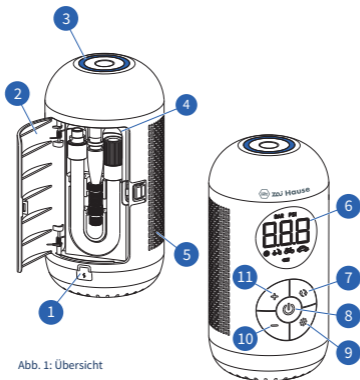
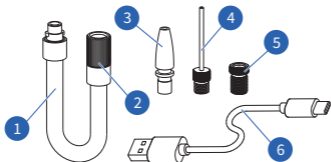
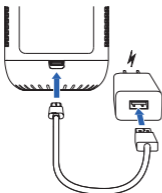

Abb. 1: Übersicht
Abb. 2: Zubehör
Abb. 3: Laden
Schrader-Ventil (Abb. 2/②): Die Luftpumpe kann direkt an ein Schrader-Ventil angeschlossen werden. Mit diesem Ventiltyp sind beispielsweise die Reifen von Pkw, Motorrädern, E-Bikes und den meisten Mountainbikes ausgestattet.
Kunststoffdüsenadapter (Abb. 2/③): Der Kunststoffdüsenadapter wird beispielsweise zum Aufpumpen von Spielzeug, Luftbetten oder Schwimmringen verwendet.
Nadelventiladapter (Abb. 2/④): Der Nadelventiladapter wird beispielsweise für Bälle wie Fußbälle oder Basketbälle verwendet.
Presta-Ventiladapter (Abb. 2/⑤): Der Presta-Ventiladapter wird beispielsweise für Reifen von Fahrrädern oder bestimmten Mountainbikes verwendet.
1. Stecken Sie den Stecker des Ladekabels (Abb. 2/⑥) in die Ladebuchse (Abb. 1/①) und stellen Sie den ordnungsgemäßen Sitz des Steckers (Abb. 3) sicher.
Die Ladezustandsanzeige (Abb. 1/6) auf dem Display wird je nach der verbliebenen Akkuladung der Luftpumpe in unterschiedlichen Farben angezeigt.
1. Öffnen Sie die hintere Gehäuseklappe (Abb. 1/ **2**).
2. Entnehmen Sie Luftschlauch und Luftventiladapter aus dem Gehäuse (Abb. 1 **4**).
- › Auf der Oberseite des Werkzeugs befindet sich eine ringförmige LED-Leuchte (Abb. 1/3), die ein- bzw. ausgeschaltet werden kann.